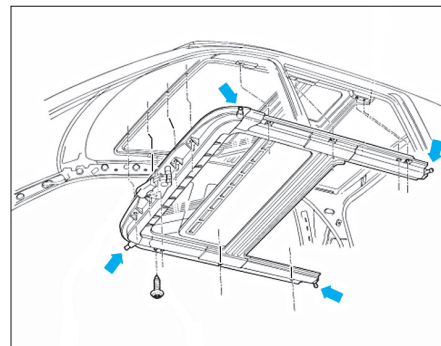

Fig. 71
- Déposer les fixations (flèches), et retirer le toit ouvrant du véhicule avec l'aide d'un second mécanicien. (Fig.71)